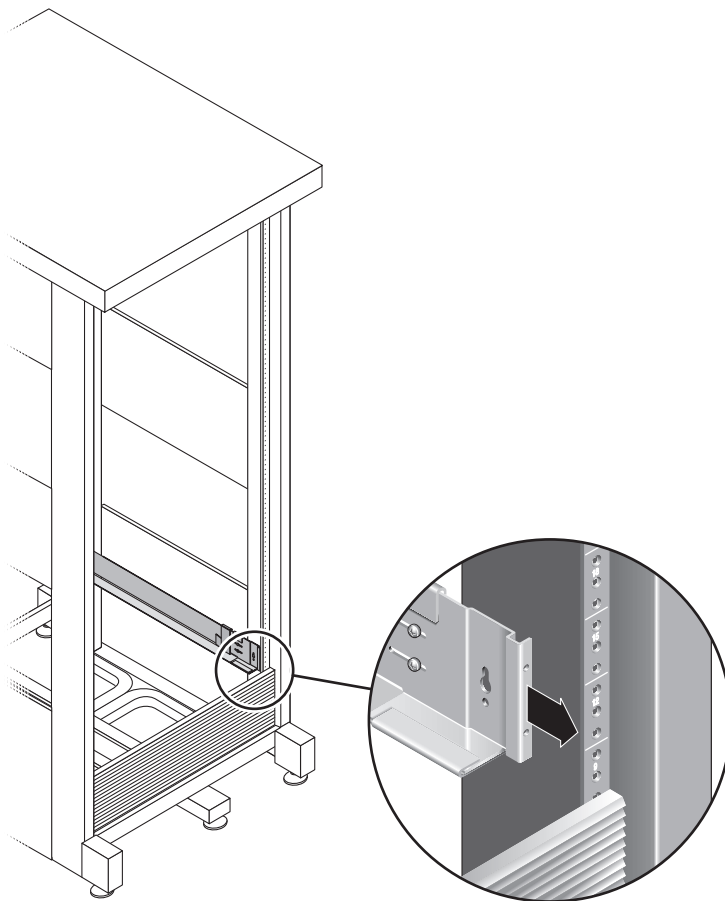

FIGURA 2-10 Ajuste de la longitud de la guía izquierda en la parte posterior del armario
6. En la parte posterior del armario, ajuste la longitud de cada guía según convenga para adaptarla a la del armario y coloque la lengüeta de la guía sobre el montante vertical (FIGURA 2-10).